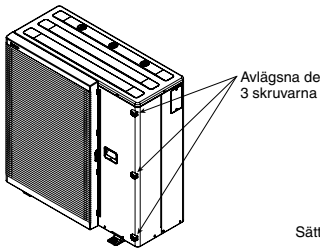

Bild 6-1
1. Ta bort de 3 skruvarna som sitter fast på skåpets frontplåt. (Bild 6-1)